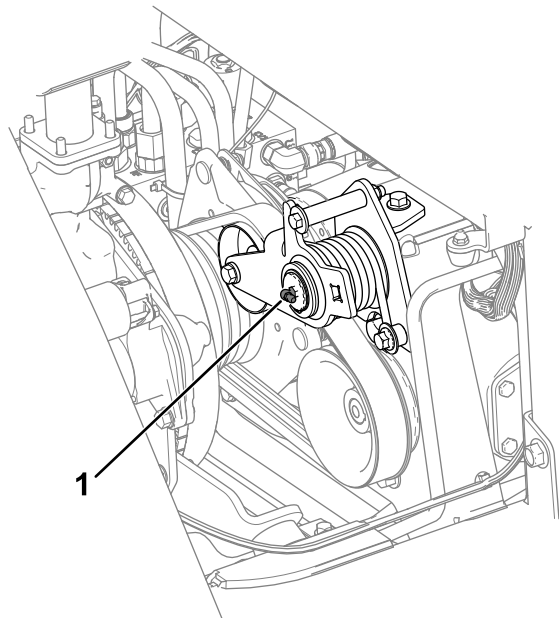

Figura 42
- Braccio di rinvio (Figura 42)